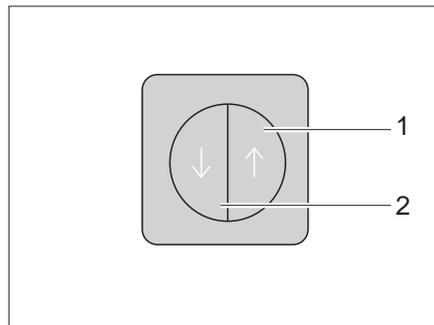

Bild 103 Schalter für Zentralverriegelung der Küchenbedienzeile
Die Küchenbedienzeile ist mit einer Zentralverriegelung ausgestattet. Die Klappen und Schubfächer des Küchenblocks lassen sich über den Schalter (Bild 103) manuell verriegeln und entriegeln.
- Schalter (Bild 103,2) drücken. Klappen und Schubfächer des Küchenblocks sind verriegelt.
- Schalter (Bild 103,1) drücken. Klappen und Schubfächer des Küchenblocks sind entriegelt.